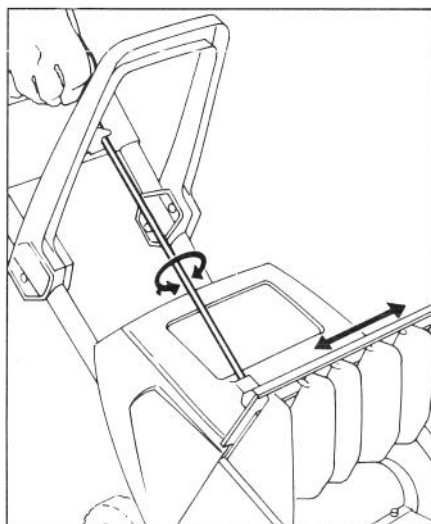

Figure 8
2. Pour diriger la neige à gauche, à droite ou vers l'avant, tournez la commande de direction des ailettes attachée à la poignée centrale (Fig. 8).